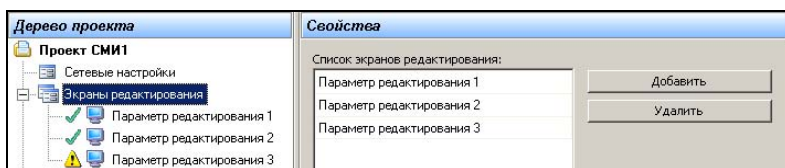

Рисунок 4.3. Экраны редактирования. Список параметров
1. В дереве проекта – выбрать пункт «Экраны редактирования». В области «Свойства» отобразится список параметров редактирования, сохраненных в текущем проекте (конфигурации). В новом проекте этот список пуст. Справа от списка отображаются кнопки «Добавить» и «Удалить» (см. рисунок 4.3).
3. Чтобы удалить «Параметр редактирования», следует в «Дереве проекта» выбрать пункт «Экраны редактирования», в области «Свойства» выделить необходимый для удаления «Параметр редактирования» и нажать кнопку «Удалить» (см. рис. 4.3).